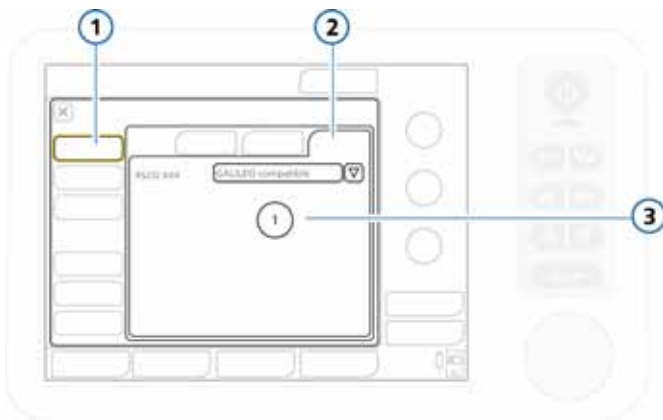

Рисунок 1-5. Установка минимальной громкости
1. Откройте окно «Общее» -> «Еще» (рис. 1-5).